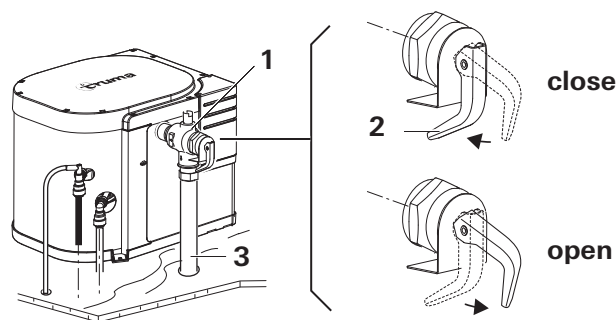

Fig. 3
(图 3-1)	引用图表 例如，图 3 - 编号 1
- ▶ 泄压阀的测试手柄必须处于“关闭”位置 (Fig. 3)。